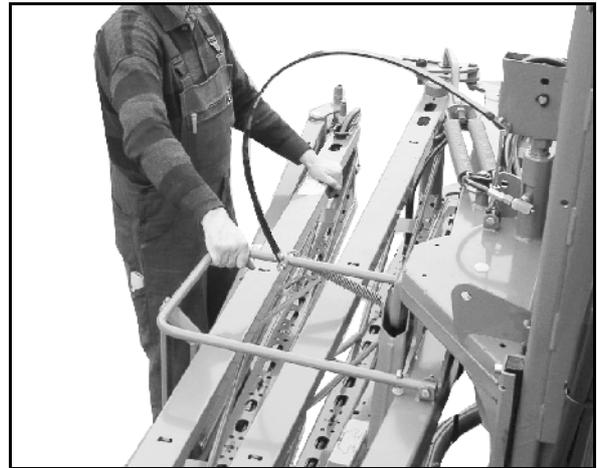

Fig. 46
1. Déverrouillez la sécurité au transport en relevant l'étrier (Fig. 46).